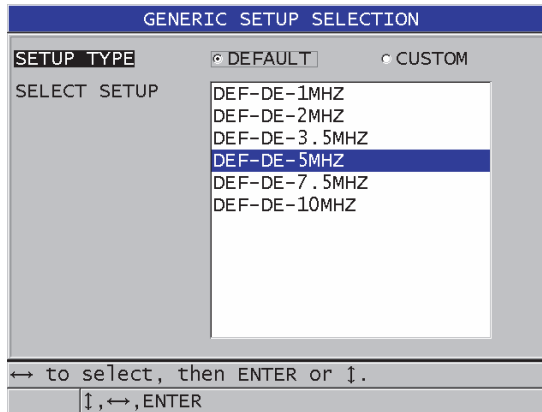

Figura 12-1 Pantalla SELECCIÓN DE CONFIG. GENÉR. (GENERIC SETUP SELECTION)
2. En la pantalla **SELECCIÓN DE CONFIG. GENÉR.** (GENERIC SETUP SELECTION) [ver Figura 12-1 en la página 247]: